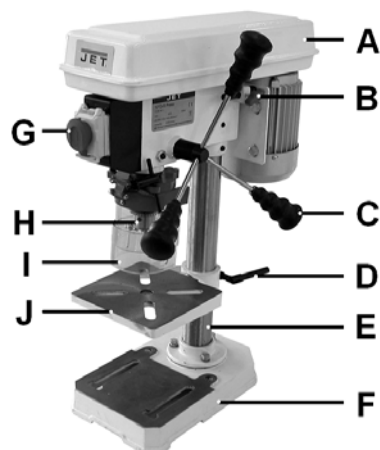

Рис. 1
Установите стойку (B, Рис. 1) на цоколь станка (F).
Наденьте патрон (H, Рис. 1) на конус шпинделя.
Открутите крепление площадки мотора (В, Рис. 1).